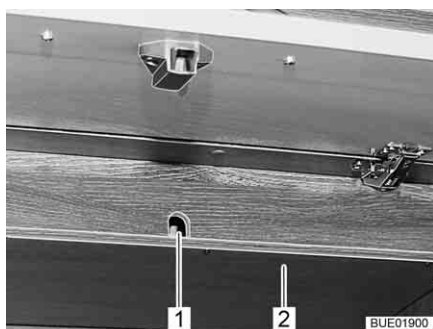

Fig. 152 Portillon sur le meuble haut
- Retirer la planche (Fig. 152,2) sous l'ouverture d'accès (Fig. 152,1) à la manivelle.